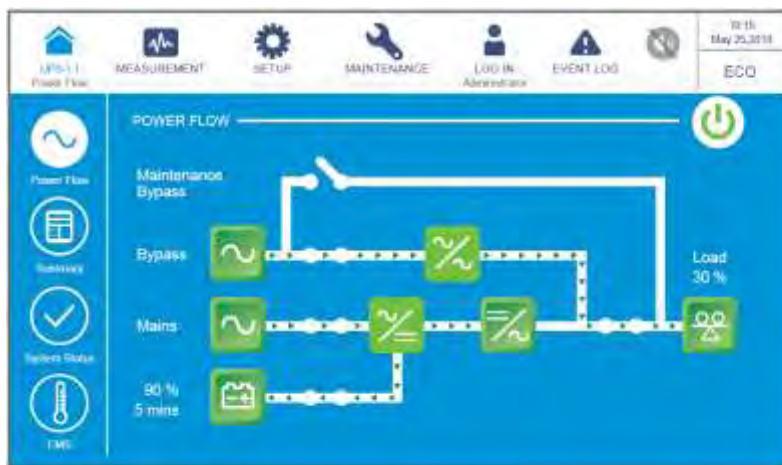

Рисунок 6-26: Экран ECO-режима
- 11 После выбора 'YES' для запуска инвертора ИБП, каждый силовой модуль запустится и выполнит самопроверку. В это же время система начинает синхронизацию с байпасным источником переменного тока. После завершения самопроверки ИБП автоматически перейдет в режим работы от батарей. После того, как система подтвердит, что байпасное напряжение в норме, ИБП автоматически переключится в ECO-режим, чтобы обеспечить подачу питания с байпасного источника переменного тока (см. **Рисунок 6-26**). В этот момент трехцветный светодиодный индикатор загорается зеленым цветом, и появляется